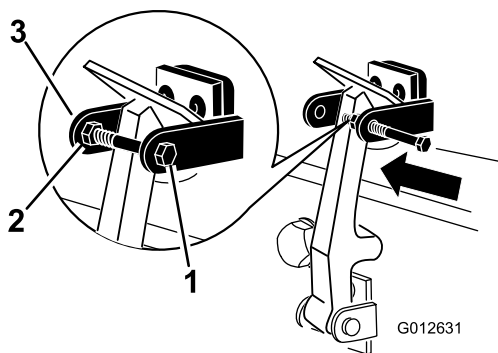

Figura 16
7. Avvitare il bullone nell'altro braccio della staffa di chiusura del cofano per fissare il fermo in posizione (Figura 16).